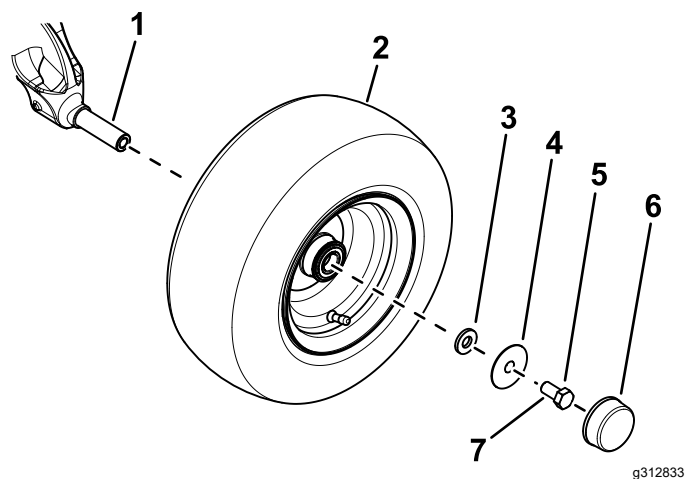

Рисунок 3
- Используйте малую шайбу, большую шайбу, болт ( $\frac{5}{8}$  x  $1\frac{1}{4}$  дюйма) для крепления колеса к шпинделю моста (Рисунок 3).
D. Установите пылезащитный колпачок на колесо (Рисунок 3).